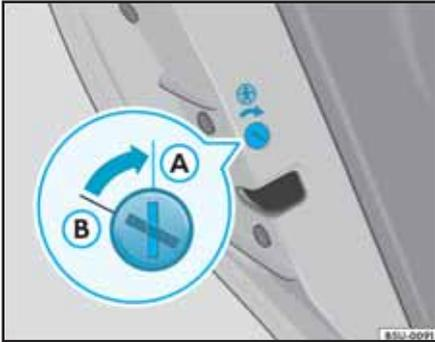
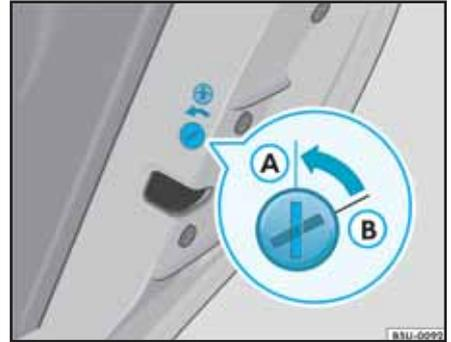

Fig. 54 Bloqueo de seguridad para niños en la puerta izquierda: (A) accionada, (B) des accionada
Fig. 55 Bloqueo de seguridad para niños en la puerta derecha: (A) accionada, (B) des accionada
- Gire, con la llave del vehículo, la ranura para la posición (A) ⇒ fig. 54 o ⇒ fig. 55.
- Gire, com a chave do veículo, a ranhura para a posição (B) ⇒ fig. 54 ou ⇒ fig. 55.